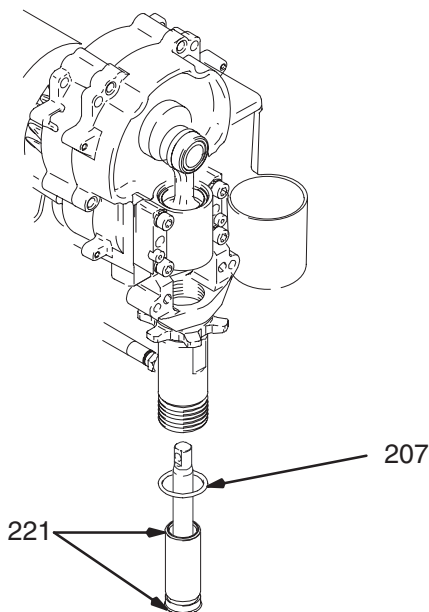

Fig. 19
Fig. 19. Smør fedt på O-ringen (221) og sæt den på foringen. Skub foringen/stempelstangssamlingen ind i bunden af cylinderen. Udskift O-ringen (207), hvis det er nødvendigt.